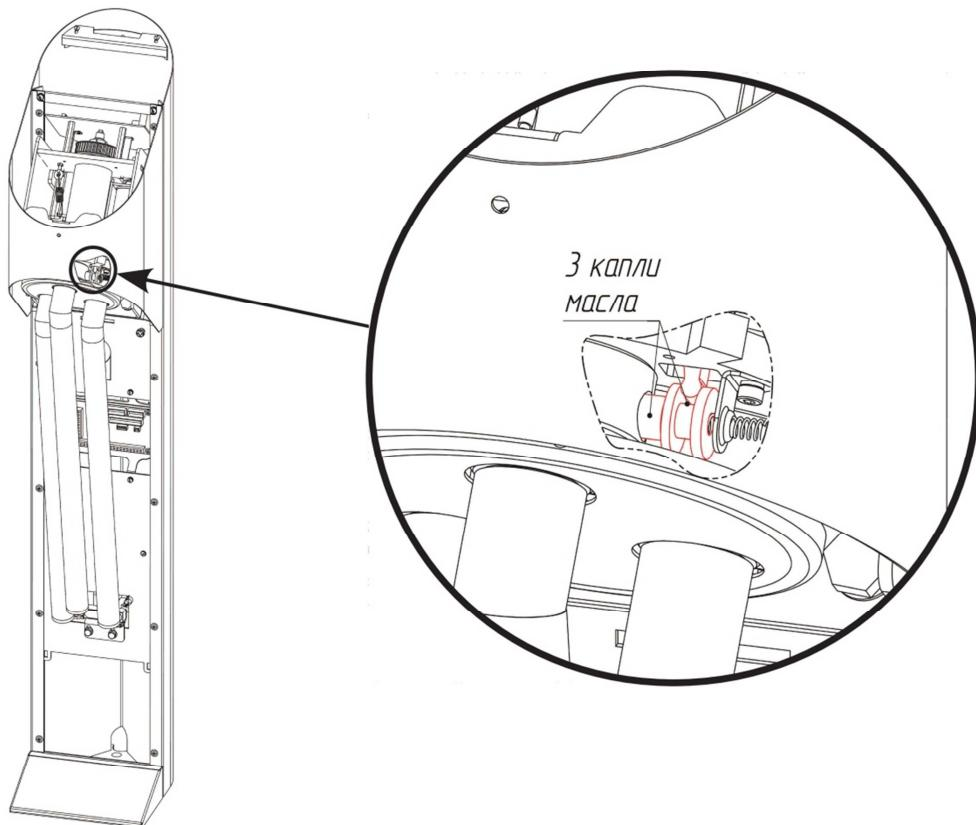

Рис. 16
- 5.5. Места соединения фиксатора и кулачка разблокировки планок (рис. 16). Операцию необходимо проделать для всех планок, проворачивая диск. Отверстие на рис. 16 показано условно.